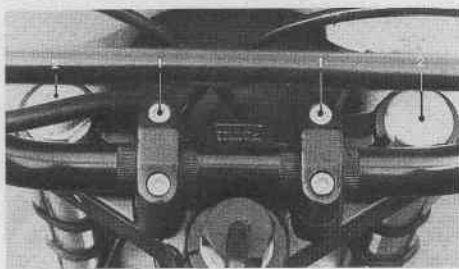

Fig. 20 - Bouchon de remplissage huile
- Pour le remplissage, dévisser les 4 vis de fixation des pontets et démonter le guidon (Fig. 20).
- Dévisser les bouchons de remplissage (Fig. 20) et verser 170 (160) gr. par bras de fourche, d'huile FINA DEXRON ATF.